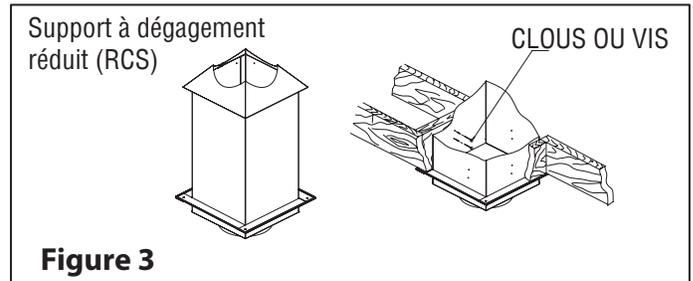

Figure 3
Étape 3 : Par en dessous, poussez le support (RCS) dans l'ouverture percée au préalable. Assurez le niveau du support, clouez le support à l'ouverture encadrée à l'aide de (12) clous torsadés - 3 po ou de vis à bois no 8 x 1 1/2 po (voir Figure 3). Il faut qu'au moins 3 1/2 po du support se prolonge sous le plafond. Fixez la garniture de finition (inclus) au plafond.
**REMARQUE :** Si nécessaire, une extension de support (SE) peut être attaché au support pour augmenter sa hauteur.